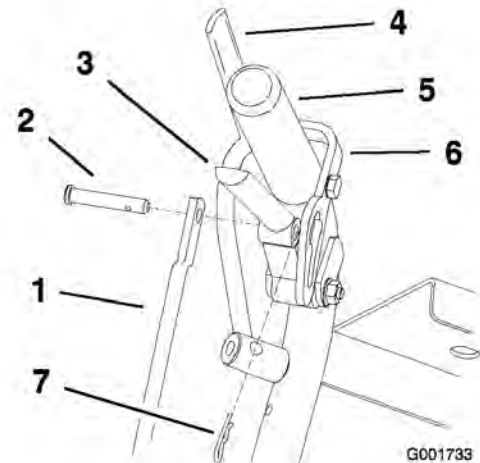

Figura 53
1. Ajuste la longitud de la varilla de control soltando la palanca de avance y retire el pasador de horquilla y el pasador. Gire la varilla en el acoplamiento (Figura 53).
4. Coloque el pasador en la palanca de avance (Figura 53).
6. Instale el pasador de horquilla entre las palancas de avance y los cierres de bloqueo de punto muerto e introdúzcalo en el pasador (Figura 53).